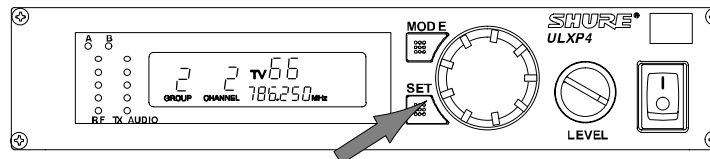

FIGURA 40
4. Para sintonizar el receptor al grupo nuevo, oprima el botón SET. Un canal desocupado en este grupo se explorará automáticamente y se guardará en segundo plano. La pantalla luego regresará al modo por omisión, tal como se ilustra en la Figura 40.